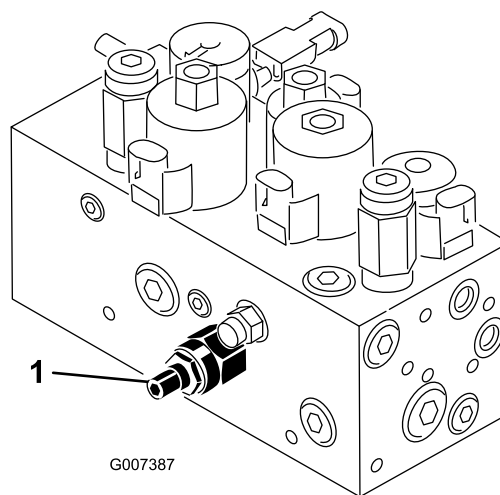

図 48
本機のカuttingユニット昇降回路にはフローコントロールバルブ (図 48) がついています。このバルブは、工場で所定の設定をされていますが、油圧オイルの作動温度の違い、刈り込み速度の違い、使用しているアタッチメントの違いなどにより、調整が必要になる場合があります：もし調整が必要になったら、以下の手順で行ってください。：
1. 運転席を上げ、センター・プルフレーム用フローコントロールバルブ (図 48) を露出させる。バルブは油圧マニホールドの側面についている。